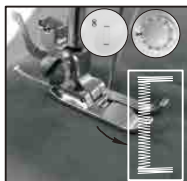

Fig.19
- (4) Wählen Sie das Stichmuster Nr. 8, schalten Sie den Schalter ein und nähen Sie den Stich 5-6 mit niedriger Geschwindigkeit. Schalten Sie dann den Schalter aus (Abb. 19).